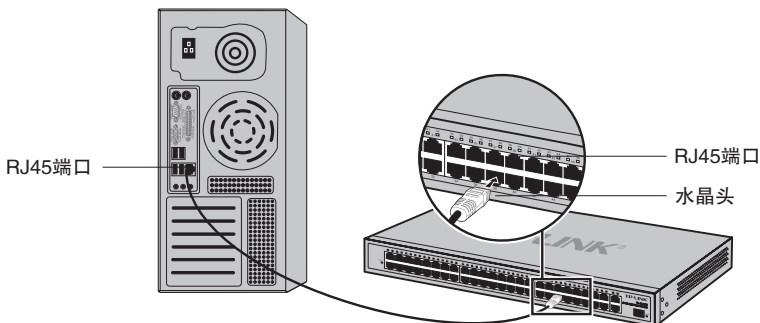

图3-1 RJ45端口连接示意图
1. 将网线一端连接到交换机，另一端连接到对端设备，如**图3-1**所示；